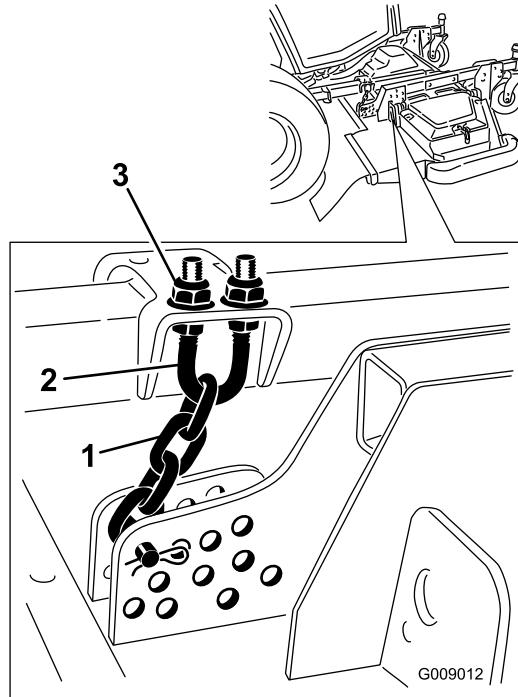

Bild 94
- Lockern Sie die Klemmmuttern an der Ober- oder Unterseite des U-Bügels an der Schnithöhenkette (Bild 94).